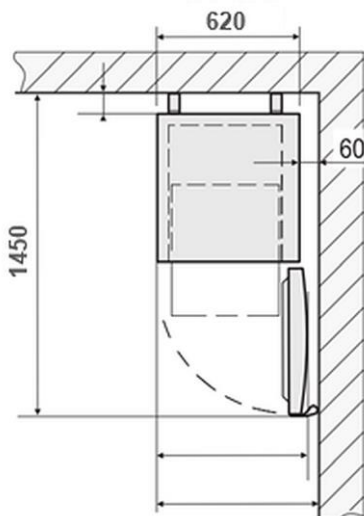

Abb. 5
- Sollte das Gerät in einer Ecke aufgestellt werden, lassen Sie einen seitlichen Abstand von mindestens 60 mm (Abb. 5).